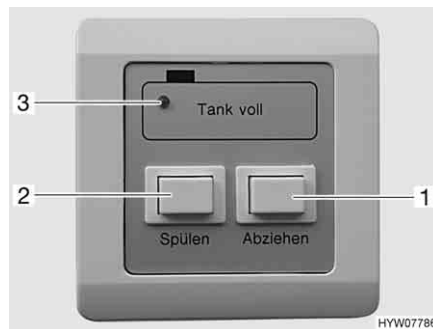

Fig. 212 Centralina di controllo per toilette
- Premere tasto "Spülen" (risciacquo) (Fig. 212,2) finché il bacino di raccolta si riempie d'acqua fino alla marcatura.
- Premere tasto "Abziehen" (rilascia) (Fig. 212,1) finché il bacino di raccolta della toilette è vuoto. Durante lo scarico viene emesso un breve segnale acustico.
Quando il serbatoio fecale è pieno, la spia di controllo (Fig. 212,3) rossa si accende.